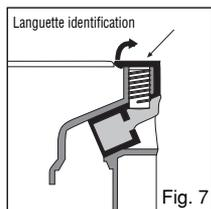

Fig. 7
1. Pour déposer la buse, tirez la languette d'identification vers le haut (Fig. 7).